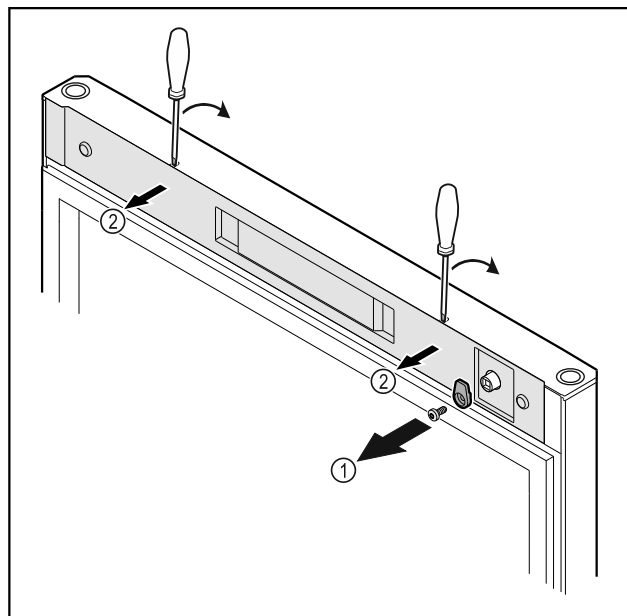

Fig. 14
- Svitare i ganci di chiusura Fig. 14 (1).
- Disinnestare la copertura Fig. 14 (1) con l'ausilio di un piccolo cacciavite e rimuoverla.